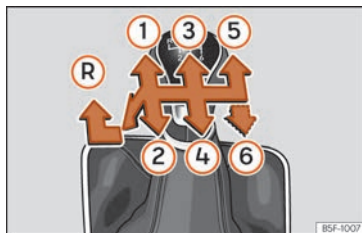

Abb. 160 Schaltschema bei einem 5-Gang bzw. 6-Gang Schaltgetriebe
Auf dem Schalthebel sind die Positionen der einzelnen Fahrgänge dargestellt **»» Abb. 160.**
- Schalthebel auf Leerlauf stellen und nach unten drücken, ganz nach links und dann nach vorne schieben, um den Rückwärtsgang **»» Abb. 160 einzulegen.**